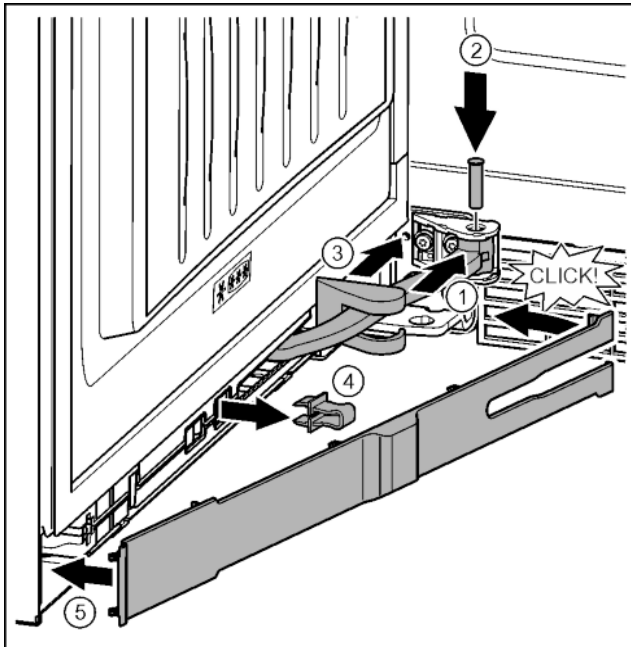

Fig. 41
- ▶ Gelenk in Aufhängung drehen. Fig. 41 (1)
- ▶ Bolzen mit einem Schraubendreher T15 in Aufhängung und Gelenk einsetzen. Dabei darauf achten, dass der Rastnocken korrekt in der Nut sitzt. Fig. 41 (2)
- ▶ Lagerbockabdeckung entlang des Gelenks schieben und über der Aufhängung montieren. Fig. 41 (3)
- ▶ Sicherung abnehmen. Fig. 41 (4)
- ▶ Blende griffseitig ansetzen und einschwenken. Fig. 41 (5)